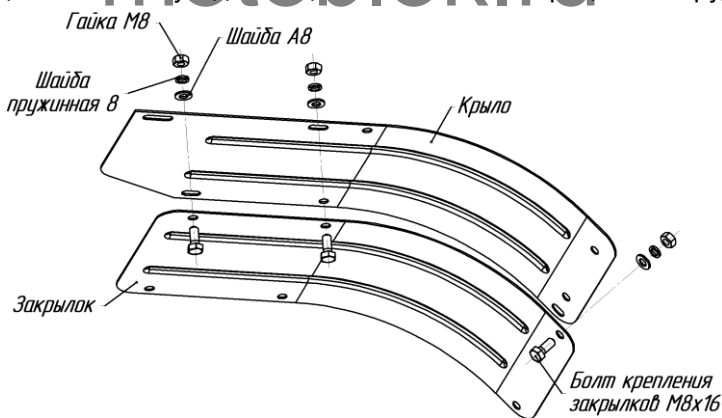

Рис.9. Схема крепления закрывков (дополнительных крыльев)
30. Защитные устройства и щитки должны быть установлены на соответствующие места и надежно закреплены с помощью исправного стандартного инструмента (рис.9).
12. При работе с фрезами-культиваторами необходимо установить закрылки (рис.9).